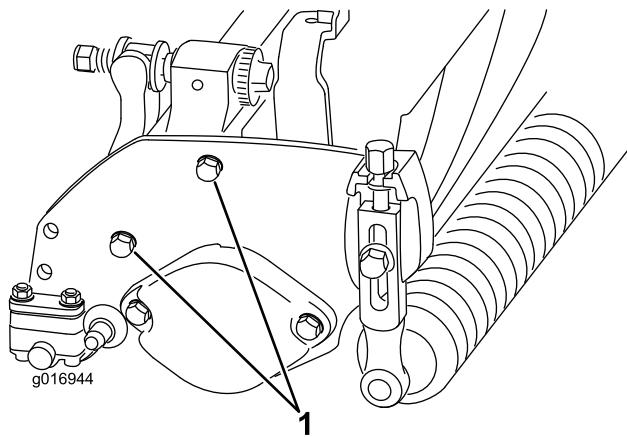

Figura 12
**Nota:** La posición del rodillo trasero respecto al molinete es controlada por las tolerancias de mecanizado de los componentes ensamblados, y no requiere ajuste de paralelismo. Es posible hacer ajustes limitados colocando la unidad de corte en una chapa plana y aflojando los pernos de montaje de las chapas laterales (Figura 12). Ajuste y apriete los pernos cuando haya terminado.